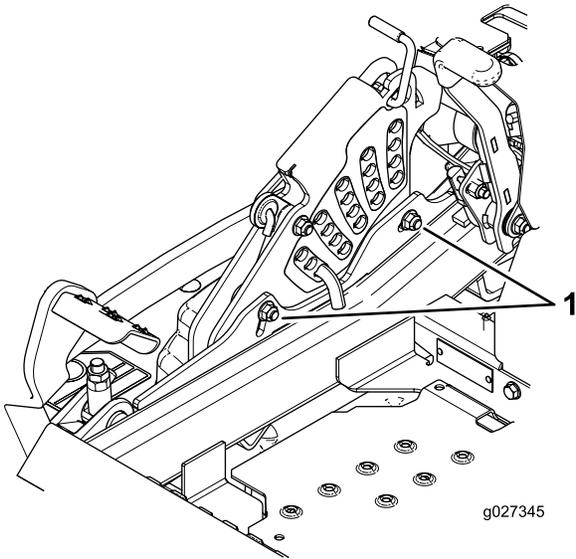

Figura 88
borde inferior de la pletina de altura de corte. Consulte Figura 88.
14. Apriete los dos pernos situados cerca del borde inferior de la pletina de altura de corte (Figura 88). Apriete a 37–45 N·m (27–33 pies-libra).